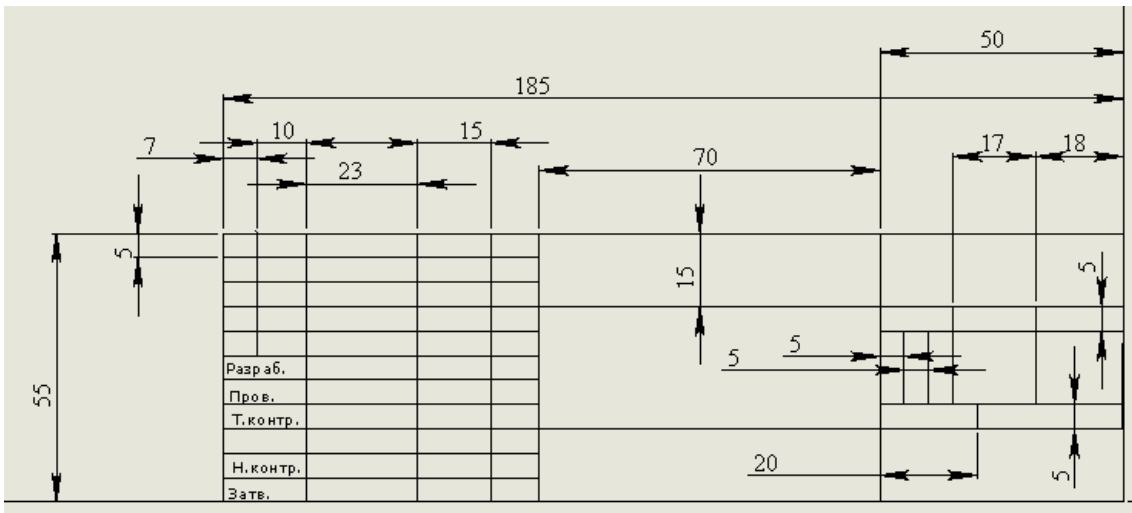

Рис. 8.2.7. Розміри для форматки
7. Далі нарисуйте праву нижній кутку листа за розмірами, вказаними на рис. 8.2.7. Для створення формату використайте такі інструменти ескізу: **ЛИНІЯ(Line)**, **ПРЯМОУГОЛЬНИЙ МАССИВ(Linear Pattern)**, **АВТОРАЗМЕР (Smart Dimension)**.